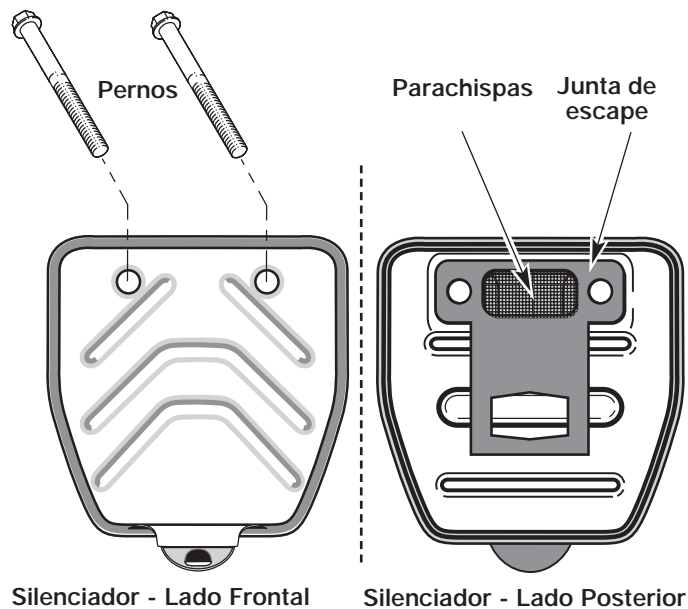

Fig. 39
2. Ubique el frente del silenciador y los dos (2) pernos que lo sujetan al motor (Fig. 39). Quite los dos (2) pernos con un destornillador de punta plana, una llave de tubo de 5/16 o destornillador para tuercas. Hale el silenciador del motor.
3. Voltee el silenciador al lado posterior y ubique la junta del silenciador. Retire la junta del silenciador (Fig. 39).
7. Ponga la junta del silenciador contra el lado posterior del mismo. Alinee los orificios de los pernos de la junta del silenciador en el silenciador. Mientras sostiene la junta en su lugar, ponga los pernos en el lado frontal del silenciador (Fig. 39).